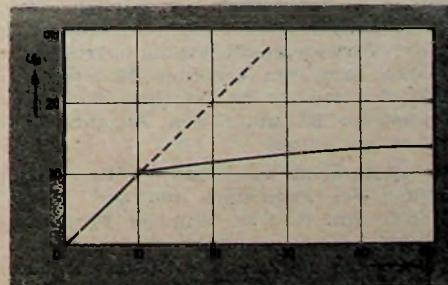

Bild 6. Abhängigkeit der Ausgangsspannung von der Eingangsspannung bei einer Verstärkungsregelung nach Bild 5 und einer Frequenz von 1000 Hz
Bild 6 zeigt die Abhängigkeit der Ausgangsspannung von der Eingangsspannung bei einer Frequenz von 1000 Hz. Für wesentlich höhere Eingangsspannungen als 250 mV wird die Regelung unwirksam, weil die Diode dabei ihren maximalen Sperrwiderstand erreicht und die Verstärkung des gegengekoppelten Transistors dann konstant bleibt. Diese maximal zulässige Eingangsspannung läßt sich noch erhöhen, wenn man den Emitterwiderstand vergrößert. Wie man Bild 5 entnehmen kann, wird der Diode  $D_1$  die Regelspannung nicht unmittelbar zugeführt, sondern es erfolgt zunächst eine Verstärkung im vorgeschalteten Transistor  $T_2$ . Die Basis von  $T_2$  ist über  $R_1$  negativ vorgespannt, so daß bei kleinen Eingangssignalen durch  $T_2$  ein hoher Kollektorstrom fließt, der den differentiellen Widerstand der Diode entsprechend Gl. (3) reduziert.